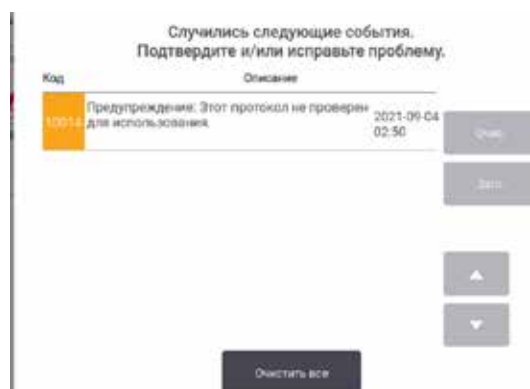

Рис. 64
12. На экране появится окно, предупреждающее о необходимых или рекомендованных действиях перед началом использования протокола (→ Рис. 64). В этом окне всегда будет содержаться предупреждение о том, что протокол не валидирован для использования. По умолчанию новый созданный протокол не является действительным. Ваша лаборатория должна валидировать его для применения в клинической практике. После валидации пользователь с правами руководителя может перейти на экран **Edit Protocol (Изменить протокол)** и нажать кнопку **Validate protocol (Валидировать протокол)**. После этого протокол будет доступен операторам (при условии, что все остальные ошибки, перечисленные в окне, были устранены).
7. На экране появится окно (→ Рис. 64), предупреждающее о необходимых или рекомендованных действиях перед началом использования протокола. В этом окне всегда будет содержать предупреждение о том, что протокол не валидирован для использования. По умолчанию новый созданный протокол не является действительным. Ваша лаборатория должна валидировать его для применения в клинической практике. После валидации пользователь с правами руководителя может перейти на экран **Edit Protocol** (**Изменить протокол**) и нажать кнопку **Validate protocol** (**Валидировать протокол**). После этого протокол будет доступен операторам (при условии, что все остальные ошибки, перечисленные в окне, были устранены).